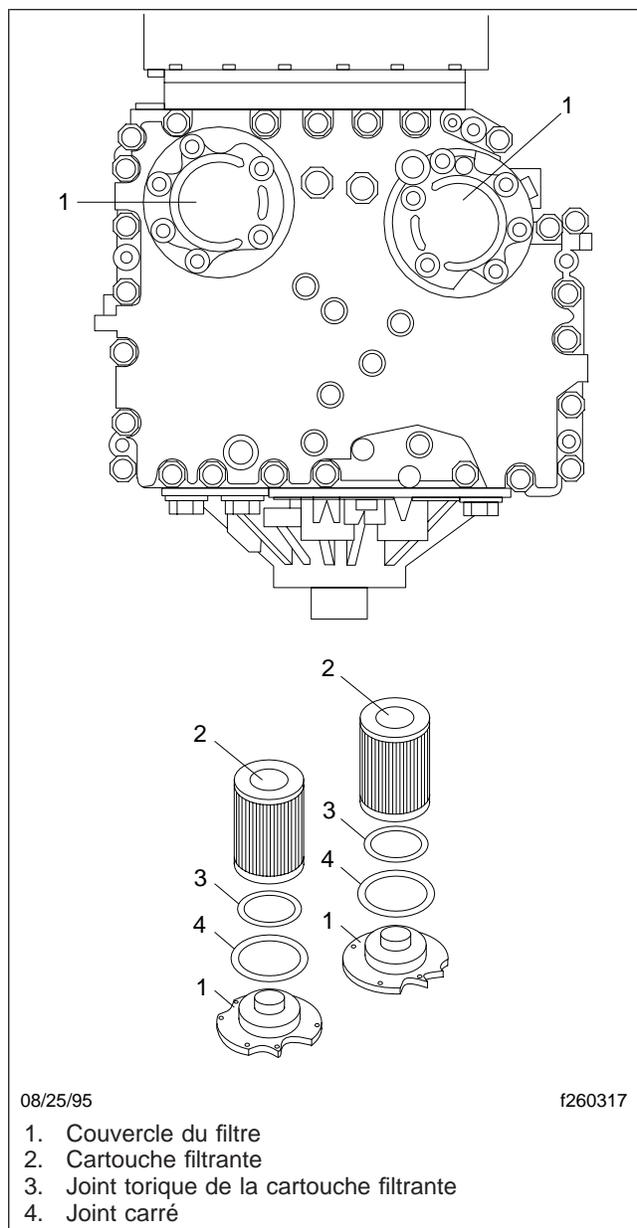

Fig. 5, Emplacement et composants des filtres des boîtes de vitesses Allison MD et HD
5. Retirez les couvercles de filtre, les joints toriques et deux joints carrés de la boîte de vitesses. Voir la figure 5.